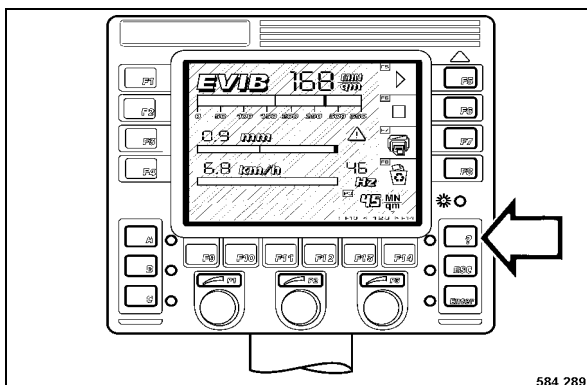

fig. 84
- Confirmer avec la touche "?" (menu). (fig. 84).